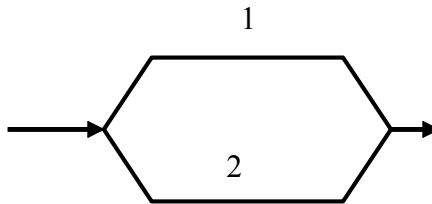

Рисунок 3.13
3.34. Параллельный трубопровод состоит из двух труб (рисунок 3.13).